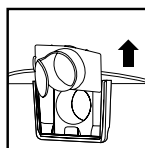

FIGURE 22
31. Retirez le déflecteur d'admission du guide de déflecteur. **REMARQUE :** Le tuyau doit être enlevé avant le retrait du déflecteur d'admission. **FIGURE 22.**